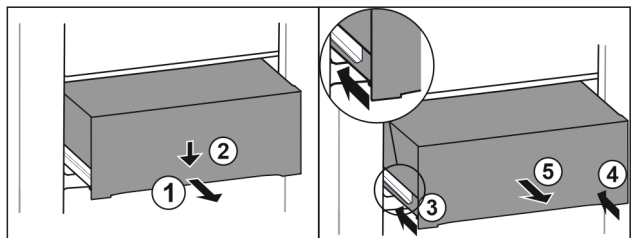

Fig. 70
- ▶ Predal izvlecite do polovice. Fig. 70 (1)
- ▶ Predal na sprednji strani potisnite navzdol. Fig. 70 (2)
- ▶ Levo vodilo potisnite približno 2 cm noter. Fig. 70 (3)
- ▶ Desno vodilo potisnite približno 2 cm noter. Fig. 70 (4)
- ▶ Predal vzemite ven v smeri naprej. Fig. 70 (5)